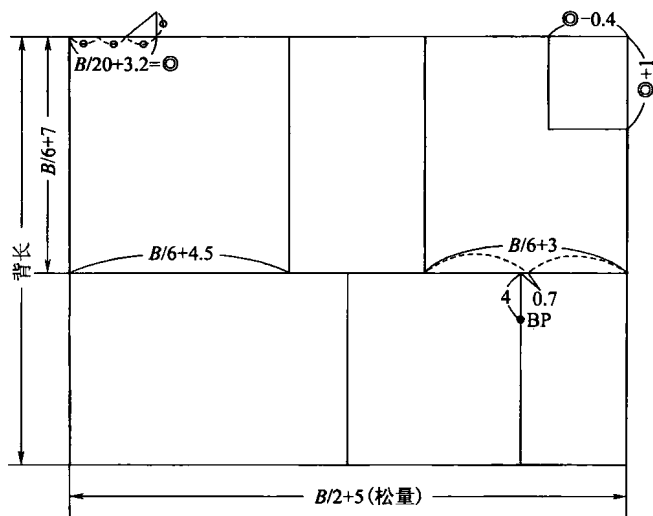
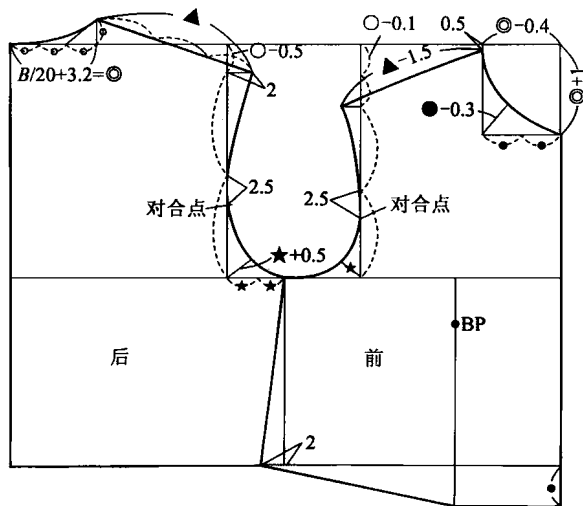

图 1-4 基础线的尺寸分配
图 1-5 前后片具体部位尺寸分配
(1) 绘制前后衣身原型。前后衣身原型绘制大致分为 4 个过程：首先绘制横向、纵向基础线；然后根据背长、胸围尺寸，确定出前后中心线、腰围线；再依次确定出侧缝线、胸宽线、背宽线，如图 1-4 所示；最后将各点连接，绘制出肩线、领口弧线、袖窿弧线，完成原型制图，如图 1-5 所示。